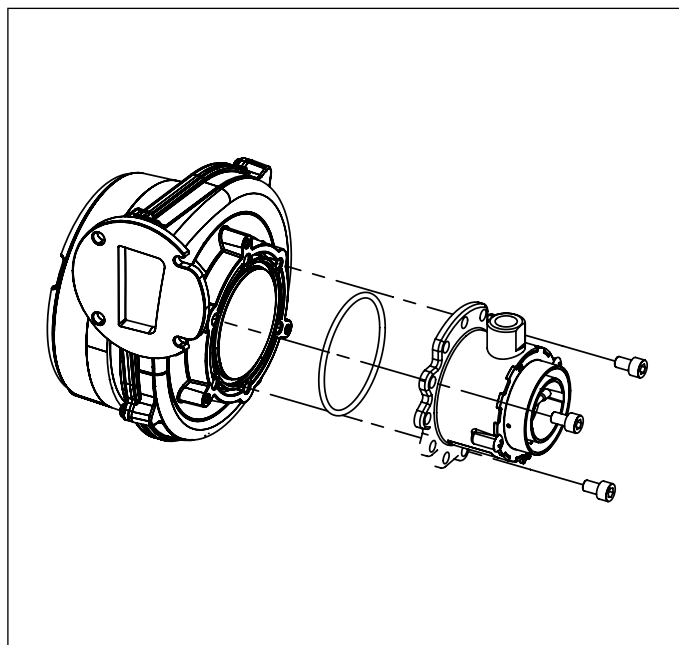

Fig. 36 Amestecător
- Înlăturați amestecătorul desfăcând cele trei șuruburi tip imbus (vezi Fig. 36 Amestecător).